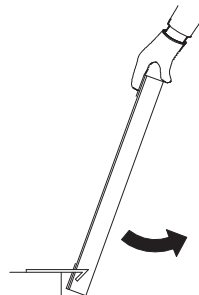

Figura 6
- (3) Desencaixe a rede de proteção e retire-a. (Ver **Figura 6**).